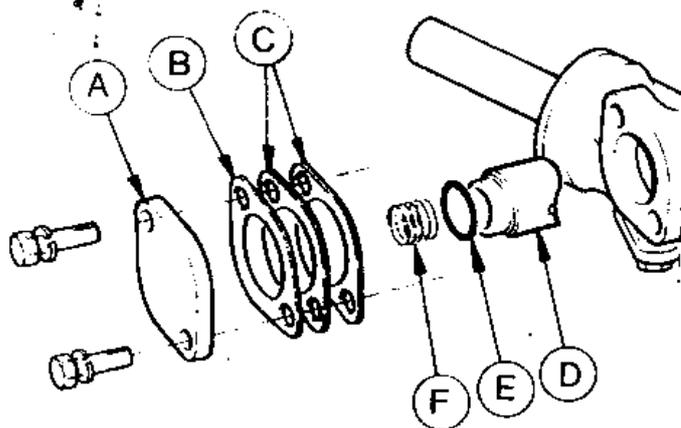

Рис. 11.36. Демпфер рейки и его крышка (Разд.35)
8. Выверните два болта, крепящих крышку демпфера рейки, снимите крышку и извлеките пакет шайб, уплотнительное кольцо, пружину и демпфер (Рис.11.36).
34. Установите на место пружину, уплотнительное кольцо, подобранные шайбы, прокладку, крышку и крепежные болты (Рис. 11.36). Затяните болты с указанным в спецификации усилием.